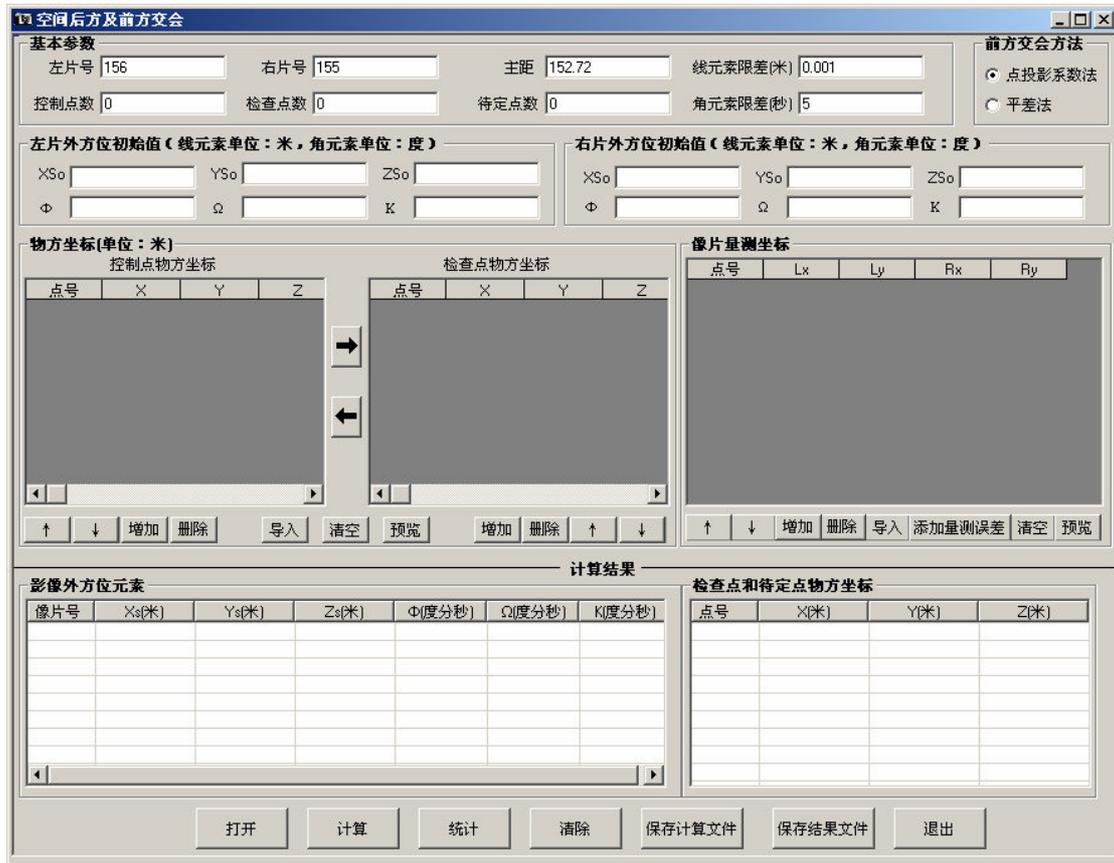

图 1-12 “空间后方及前方交会”程序界面
(1) 在系统主界面下点击【空间后方及前交】→【后交及前交】，即出现“空间后方及前方交会”程序界面（如图 1-12 所示）。